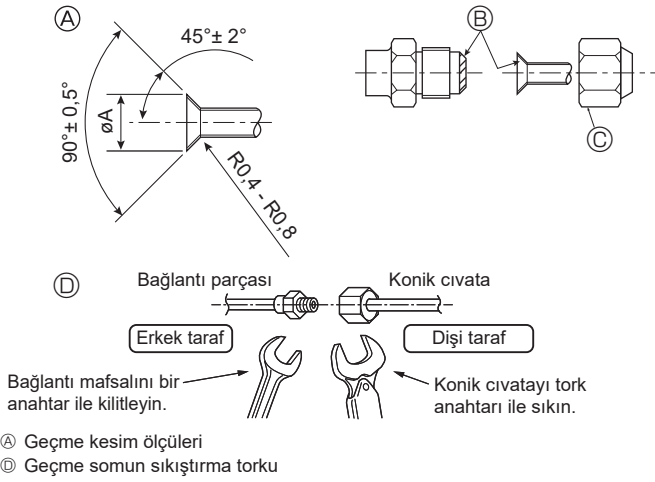

Fig. 4-6
Ⓐ (Fig. 4-6)
Ⓑ (Fig. 4-6)
4.4. Boruların bağlanması (Fig. 4-6)